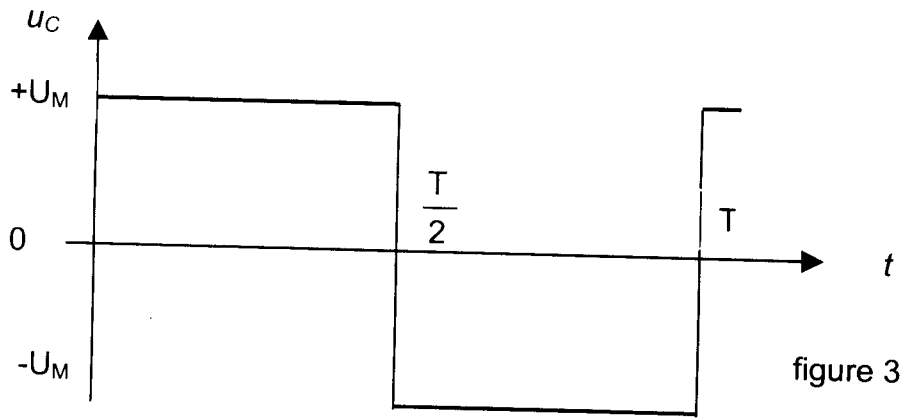
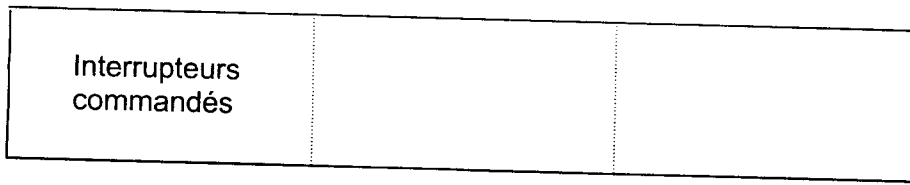

figure 3
figure 4
- La tension aux bornes de la charge $u_c(t)$ est donnée figure 3 document réponse n° 1. Porter sur le document réponse n°1, figure 4 les intervalles de conduction des interrupteurs commandés pendant une période T .